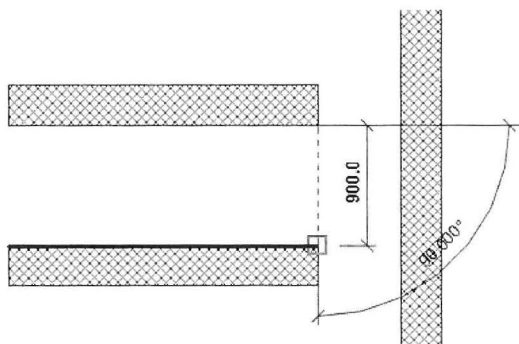

Fig. 06.37. *Measure Between two References*
- Klik på startpunktet for målingen (Fig. 06.37).